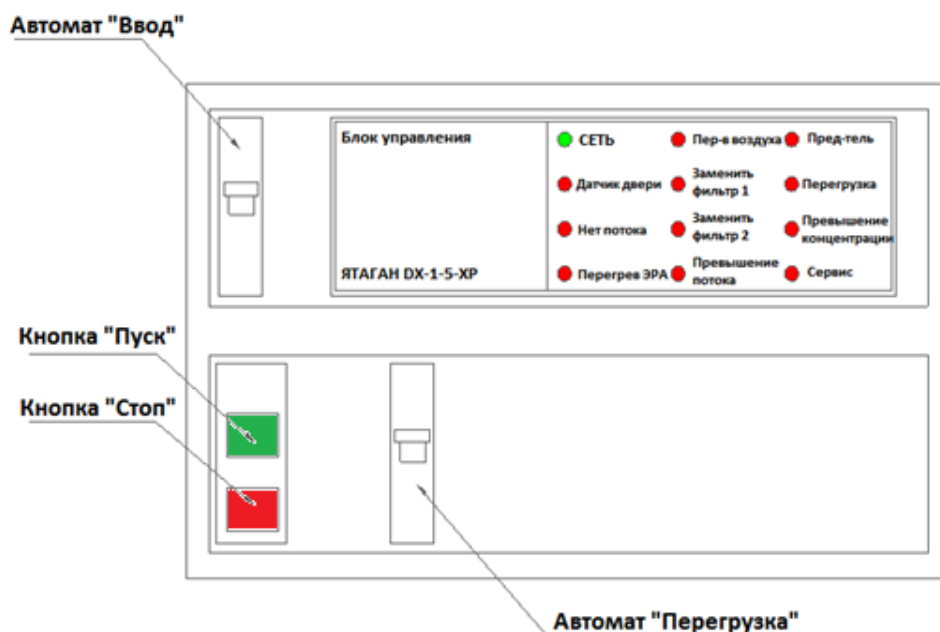

Рис. 3. Щит Автоматики и Управления
4.2. Неисправен Блок Управления (Рис. 3).	Заменить неисправный Блок Управления